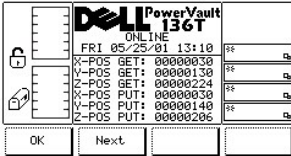

Abbildung 17. Dialogfeld "Status" > "Library" > "Slot" > "X, Y, Z Position Slot"
- 1 Wenn die Taste unter dem Softkey **Next** gedrückt wird, wird das Dialogfeld "Reversed Slot" angezeigt (siehe Abbildung 17).